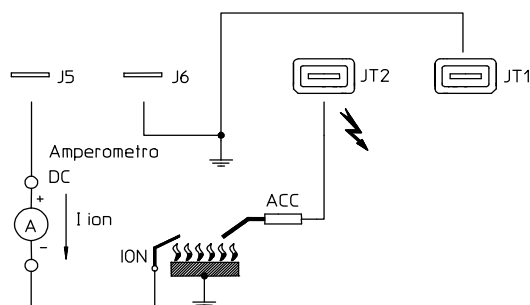

Fig. 6
- il livello del segnale di fiamma sia sufficientemente elevato (vedere Fig.6 per la realizzazione della misura);